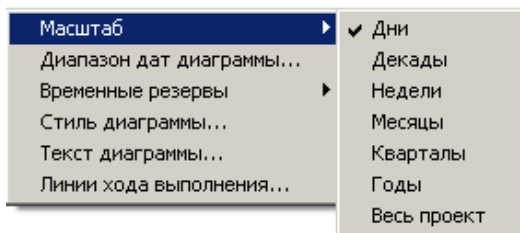

Рис. 3.22 Контекстное меню шкалы времени.
- ❑ с помощью контекстного меню. Для этого щелкните правой клавишей мыши по шкале времени диаграммы. В открывшемся контекстном меню выберите нужный масштаб (Рис. 3.22).